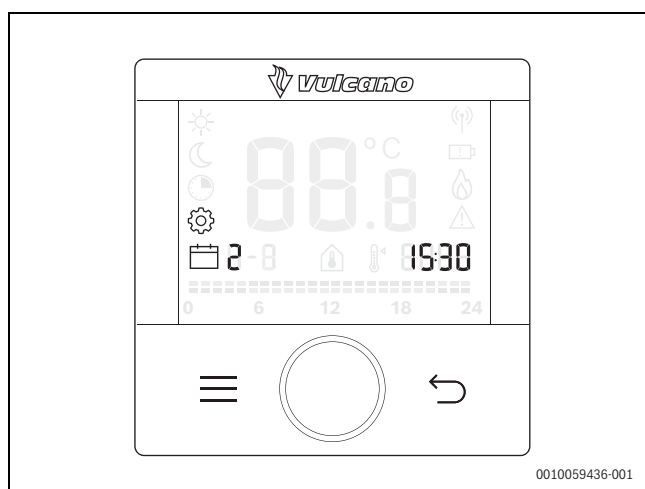

Fig. 12
- ▶ Continue a pressionar a tecla de menu até que o ecrã do display estiver como na →Fig 12.